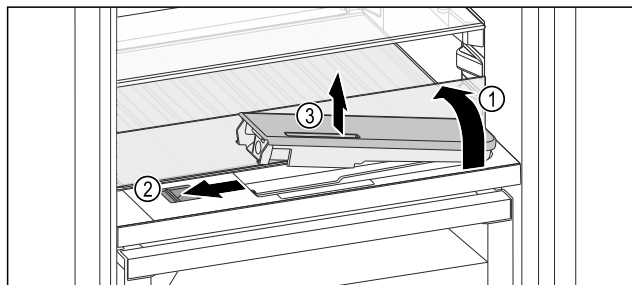

Fig. 188
- ▶ Skleněnou desku nadzvedněte a zaklapněte dozadu až na doraz Fig. 188 (1).
- ▶ Posuvník Fig. 188 (2) posuňte doleva.
- ▶ Vyměňte nádržku na vodu Fig. 188 (3).